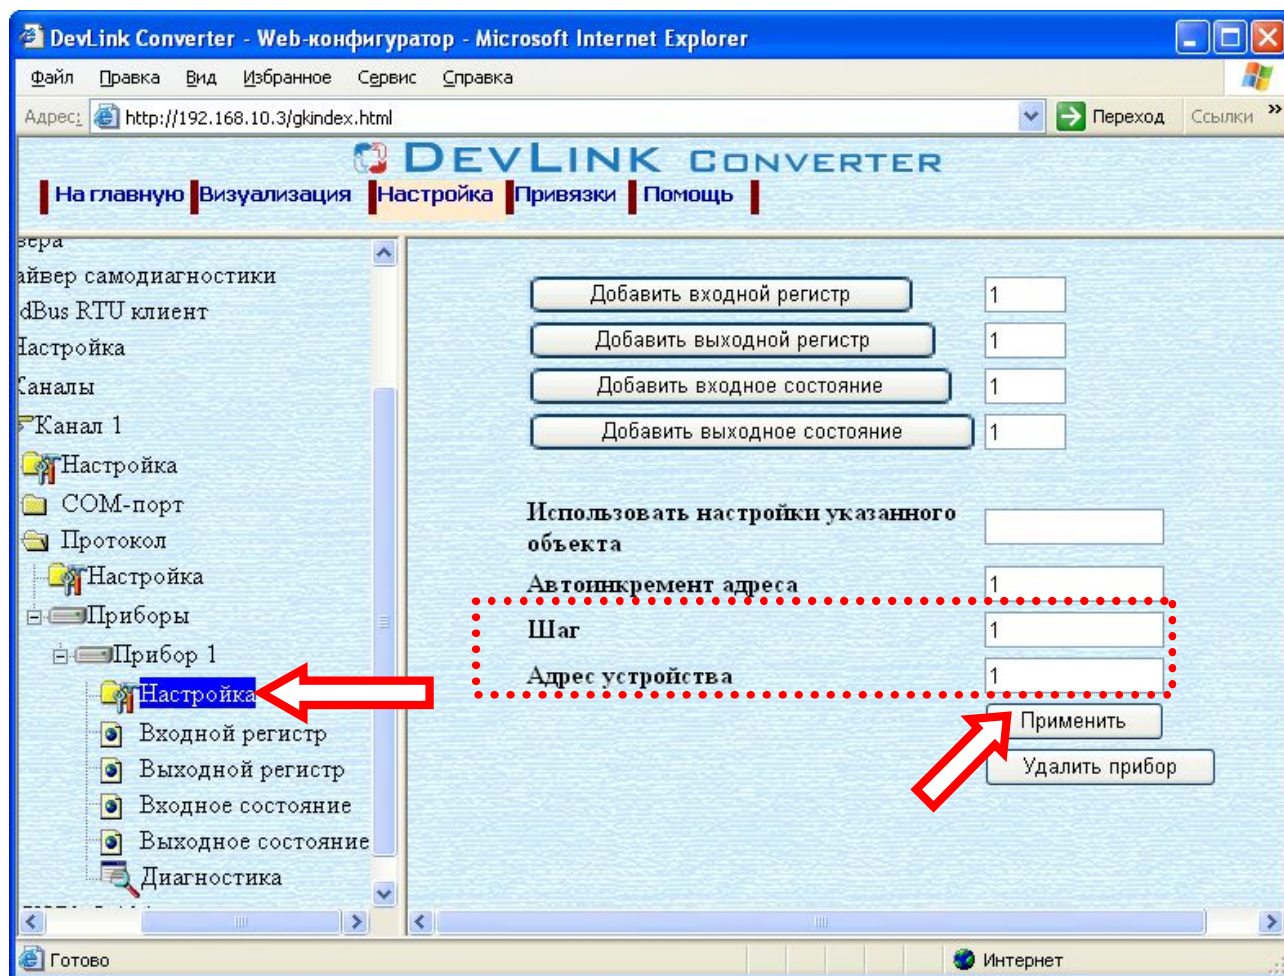

Рисунок 3.11 – Настройка прибора
- Выберите в дереве объектов *папку «Настройка»* нужного прибора (рисунок 3.11). В результате в правом фрейме (фрейм «Настройка») конфигуратора появятся соответствующие элементы управления для настройки прибора.
- Задайте необходимые настройки и для их применения нажмите кнопку «Применить» (рисунок 3.11).